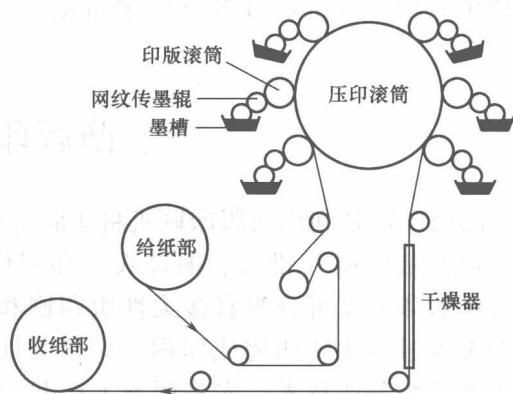

图0-1 卫星式柔性版印刷机
(1) 卫星式柔性版印刷机 如图0-1所示,卫星式柔性版印刷机的几个印刷单元排列在压印滚筒的周围。这种印刷机套印准确,印刷精度高,但只能进行单面印刷。